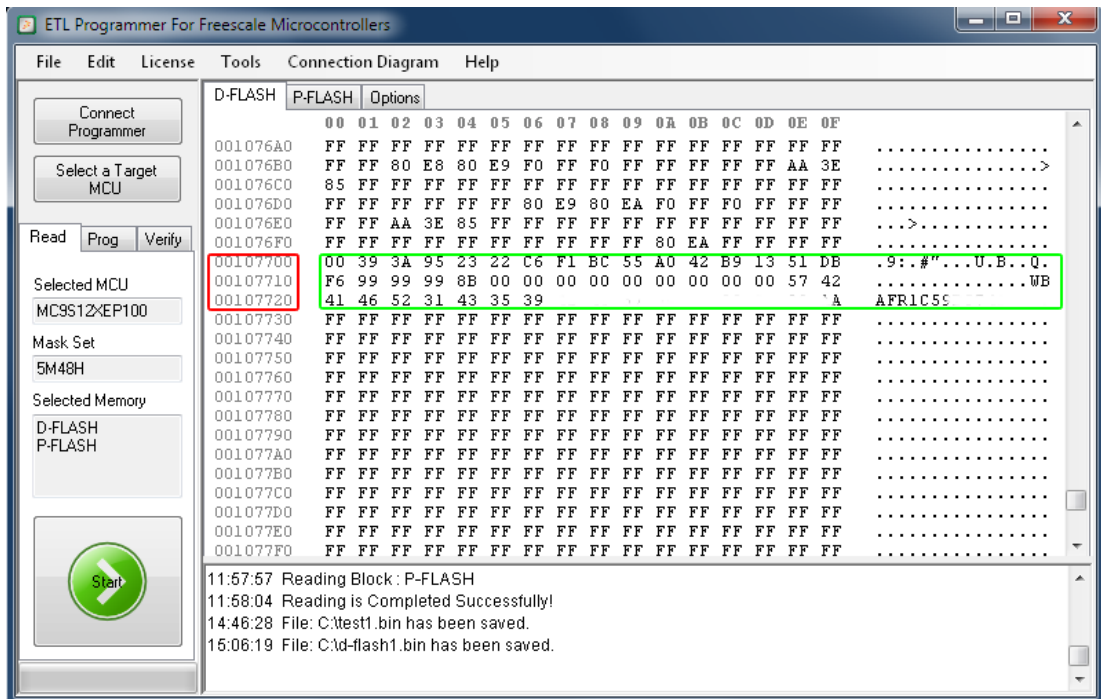

Figura 30 Carga FLASH-Datos desde el archivo.
- El siguiente paso es el de programar el FLASH-Datos de regreso al MCU. Seleccione "Abrir Archivo" del menú de "Archivo". Elija el nombre del archivo para ser cargo presionando el botón de "Buscar" y presionando el botón de "OK" (Figura 30).